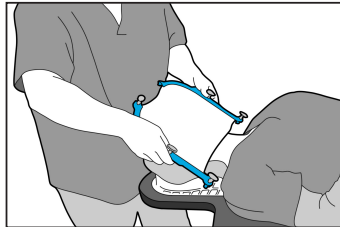

Fig. 2
4. Börja med att haka fast termoplastens kant under patientens haka, med termoplasten vinklad uppåt mot patientens ansikte i 45 ° vinkel (Fig. 2).